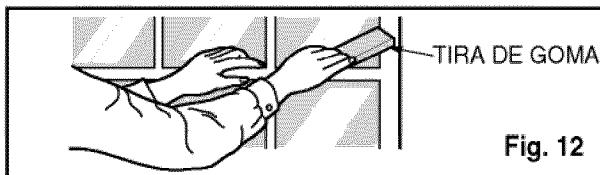

Fig. 12
8. Corte la tira de goma a la medida apropiada e introduzcalo entre la parte superior e inferior de la ventana. (Ver Fig. 12)